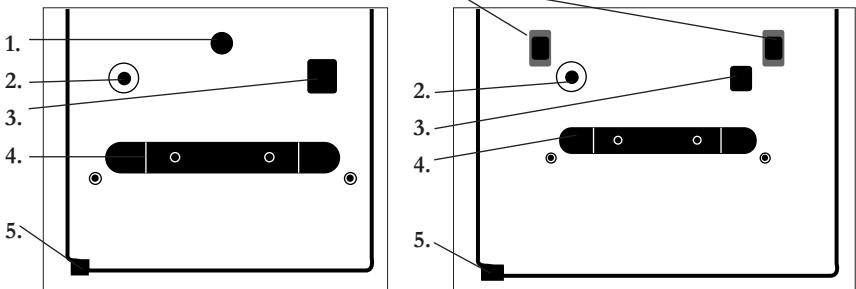

Fig. 5) Pumpesett for avfukterserie AD 200/450 (venstre), AD 680 (høyre)
Det finnes en bryter (fig. 5, pos. 3) på pumpeutstyret.